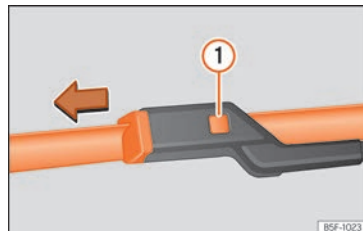

Fig. 48 Cambio de las escobillas del limpiaparabrisas.
- Mantenga presionada la tecla de desbloqueo » **fig. 48** ❶ tirando ligeramente de la escobilla en el sentido de la flecha.